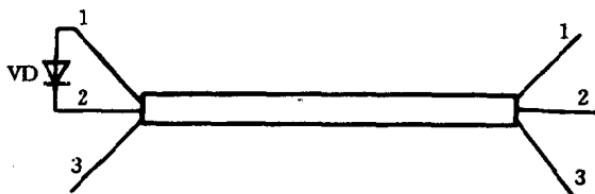

图 1-2 三芯电缆对线
② 将二极管接在电缆一端的任意两根芯线上,如图 1-2 所示,并确定接二极管阳极的芯线为 1 号线,接阴极的芯线为 2 号线,则剩下的一根为 3 号线。注意,要将 3 号线悬空,不要和 1 号、2 号线头接触。